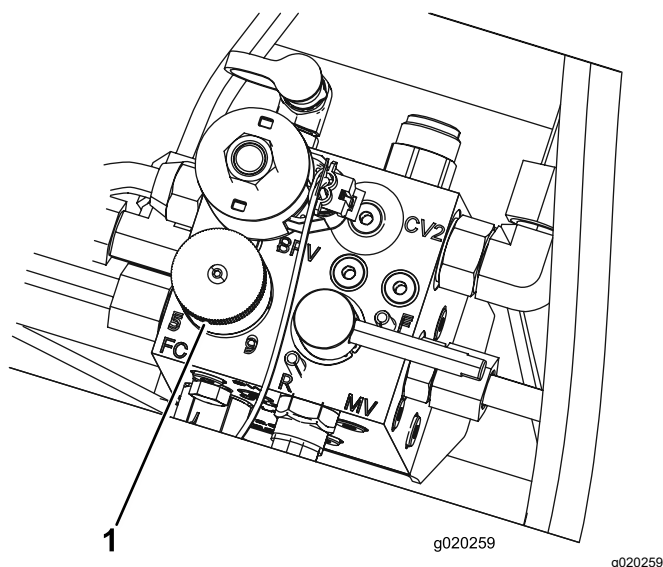

Figura 37
4. Para ajustar a velocidade dos cilindros, rode o manípulo (Figura 37) até que a seta indicadora fique alinhada com o número que designa o ajuste desejado.